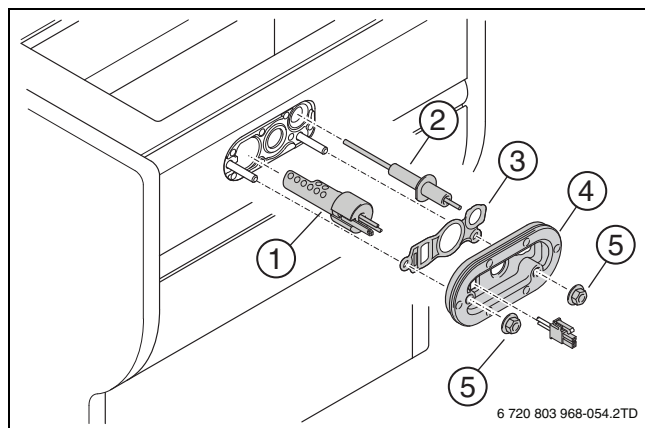

Bild 64 Byte av tändanordningen.
- Byt tätningen (→ bild 64, [3]) och skyddsplattan med tätning (→ bild 64, [4]) vart 4:e år.